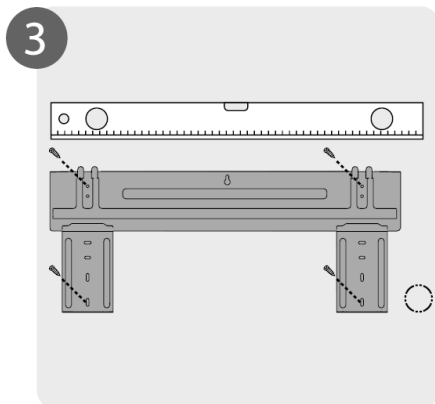

Рис.2.4
- Монтажная пластина внутреннего блока должна быть надежно закреплена. (рис.2.4)